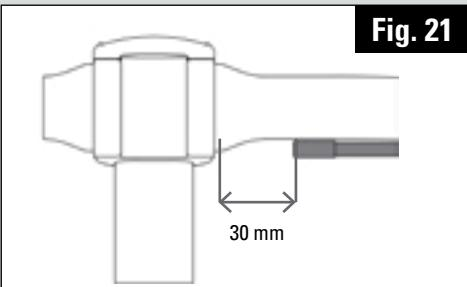

Fig. 21
4.1 / Le long du cintre, positionnez une gaine depuis le levier de frein, la couper à 30mm de la potence et placez un embout de gaine (Fig.21).